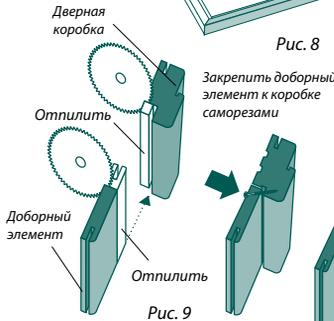

Рис. 8
было смещения элементов, допуск распределяйте в сторону открывания двери. Рис. 8 б.
- соединить вертикали коротким элементом со стороны штырьевой части петли. Рис. 8 а.